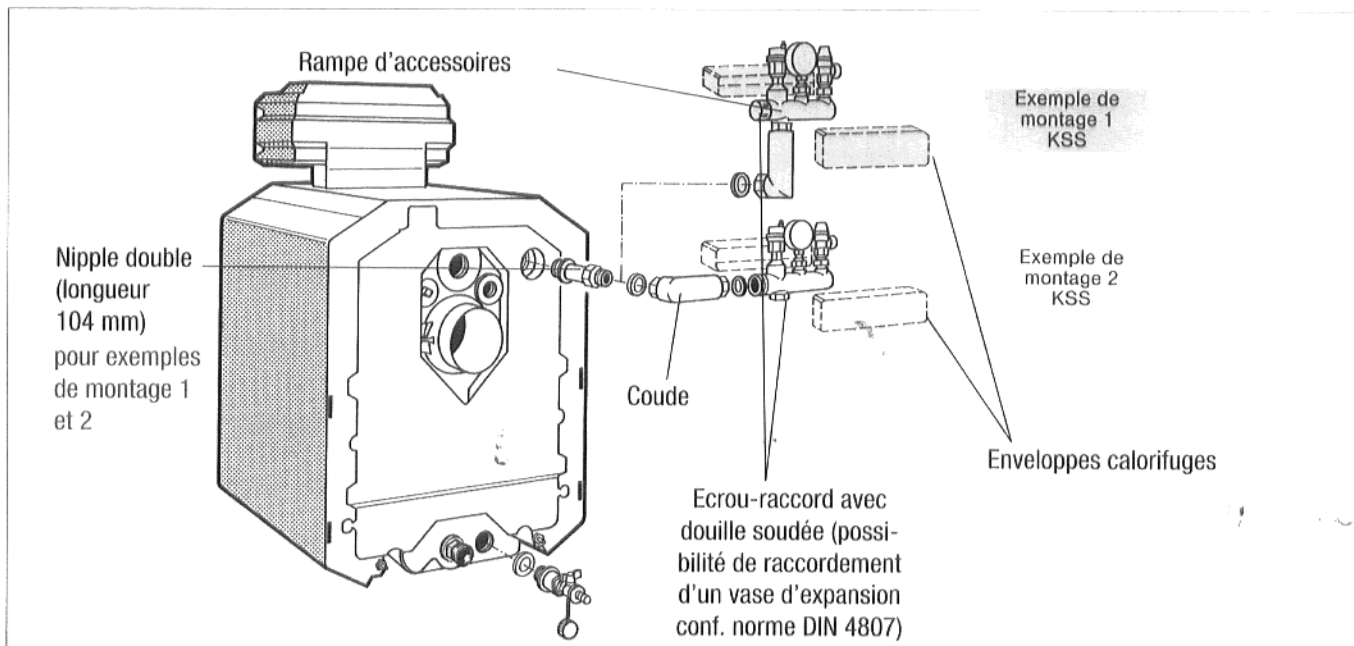

Fig. 1 Set de sécurité chaudière KSS pour chaudière G115
1. Vers le haut, sur le côté de la chaudière (exemple de montage 1, fig. 1).
2. Sur le côté de la chaudière (exemple de montage 2, fig. 1).